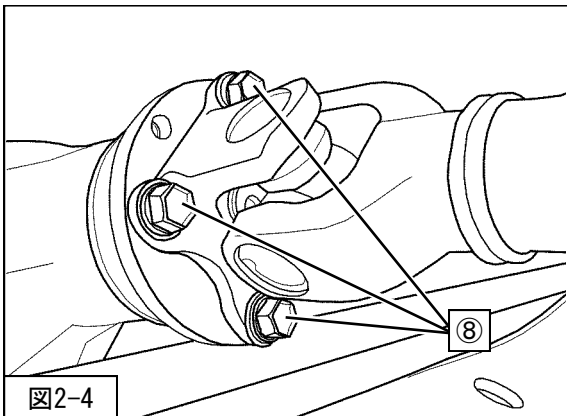

図2-4
5. ⑧フロントプロペラシャフト取付ボルト（締付トルク：50N・m）を使用し、プロペラシャフトを取付けてください。（図2-4）